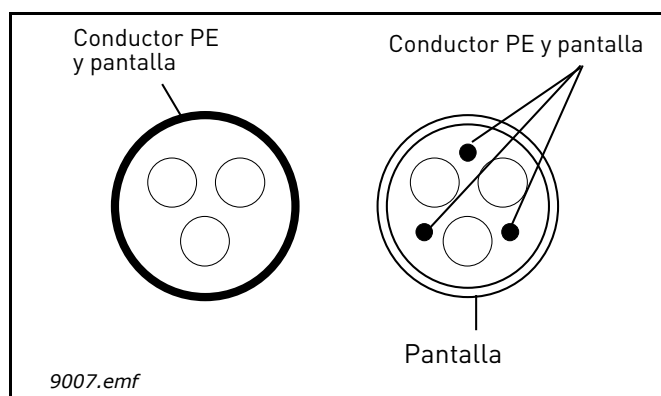

Figura 21.
- 2 = Cable de alimentación simétrico equipado con cable de protección concéntrica designado para la tensión de alimentación específica. (Se recomienda MCMK o similar). Véase la Figura 21.
- 3 = Cable de alimentación simétrico equipado con apantallamiento compacto de baja impedancia designado para la tensión de alimentación específica. [Se recomienda MCCMK, EMCMK o similar; impedancia de transferencia de cable recomendada (1...30 MHz) máx. 100 mohm/m]. Véase la Figura 21.